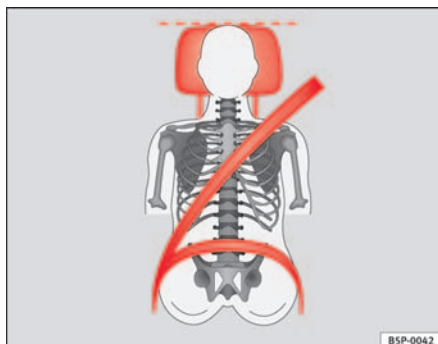
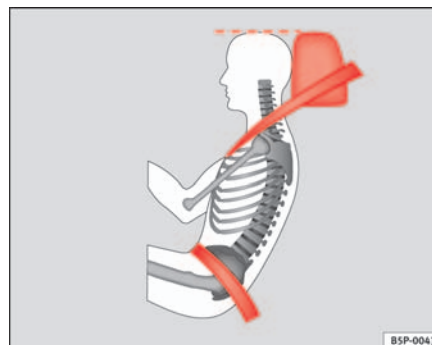

Abb. 68 Von vorne betrachtet: richtig eingestellte Kopfstütze und korrekter Gurtbandverlauf
Abb. 69 Von der Seite betrachtet: richtig eingestellte Kopfstütze und korrekter Gurtbandverlauf
- Stellen Sie die Kopfstützen so ein, dass sich die Oberkante der Kopfstütze möglichst auf einer Linie mit dem oberen Teil Ihres Kopfes, bzw. mindestens auf Augenhöhe befindet ⇒ Abb. 68 und ⇒ Abb. 69.